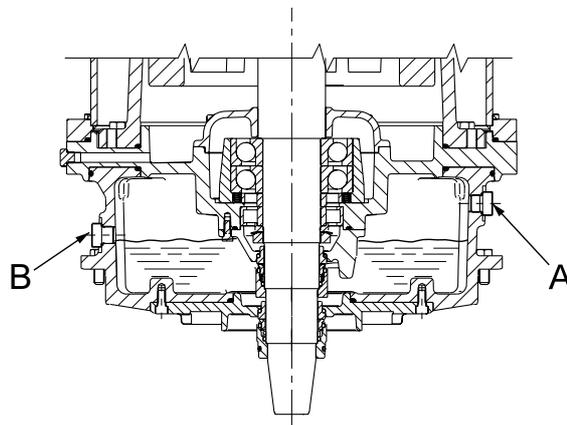

Рис. 2 Надлежащий уровень масла в насосе в вертикальном положении
2. Используйте резьбовую пробку В для проверки уровня масла. См. рис. 2.